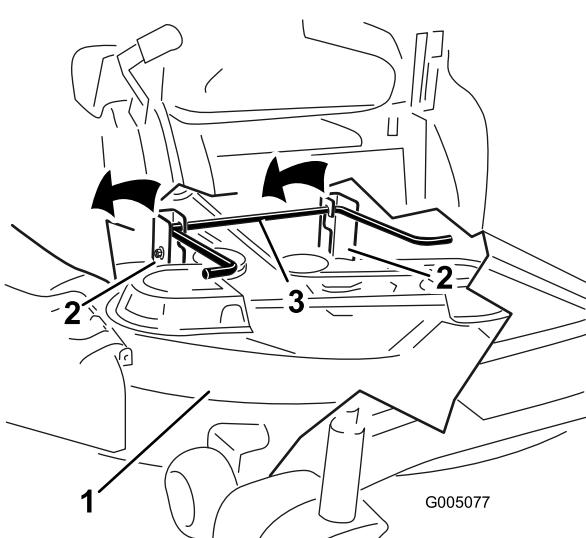

Figura 60
5. Eleve la carcasa del cortacésped y desenganche la varilla de elevación trasera de las pletinas de suspensión, y baje el cortacésped con cuidado al suelo (Figura 60).
5. Eleve la parte trasera de la carcasa de corte y coloque los soportes sobre la varilla de elevación trasera (Figura 60).